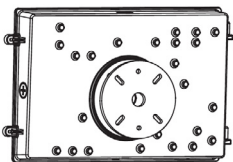

Fig. 1.4
4. Retirer le film protecteur et coller le joint en mousse à l'arrière de la plaque de montage. (Fig. 1.4)